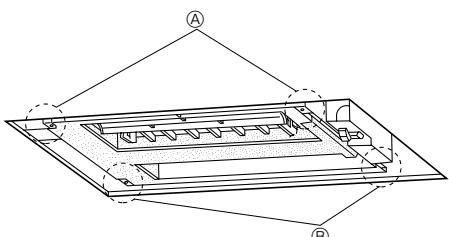

Рис. 5-2
①	Вентиляционная решетка	1
②	Винт	6	M5 × 0,8 × 16
③	Болт	1	4 × 16
5.2. Контрольные проверки перед установкой на место (Рис. 5-2, 3)